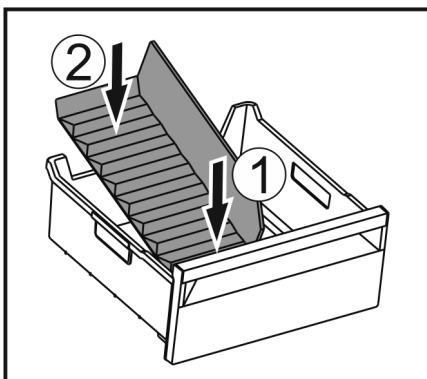

Fig. 169
- Sett inn den fremre delen av isrom-deleren. Fig. 169 (1)
- Senk den bakre delen av isrom-deleren til bunnen av skuffen. Fig. 169 (2)